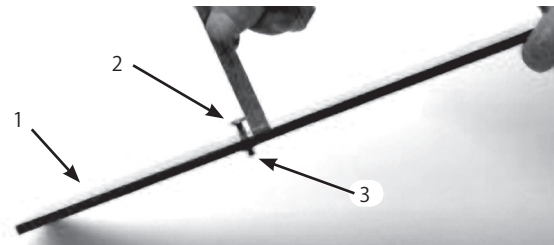

図14
2. ゲージバー（図14）のナットをゆるめ、調整ネジを希望の刈り高に合わせる。ネジ頭の下からバーの表面までの距離が刈り高となる。